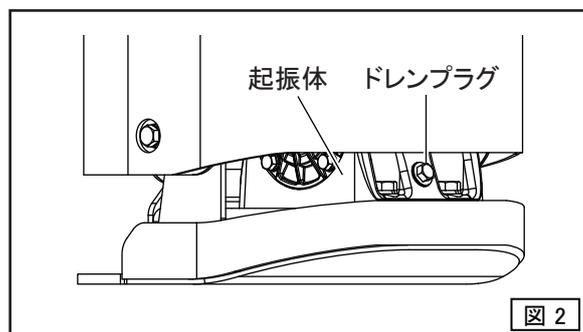

図2
1. 本機を水平にし、起振体のドレンプラグを外し、ドレンプラグ口の口元までオイルがあるか点検してください。(図2)